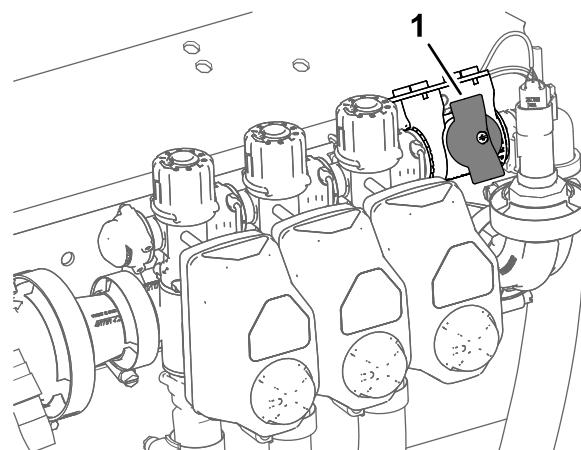

Figure 42
- Tournez la vanne de coupure de dérivation de section à la position fermée (Figure 42).